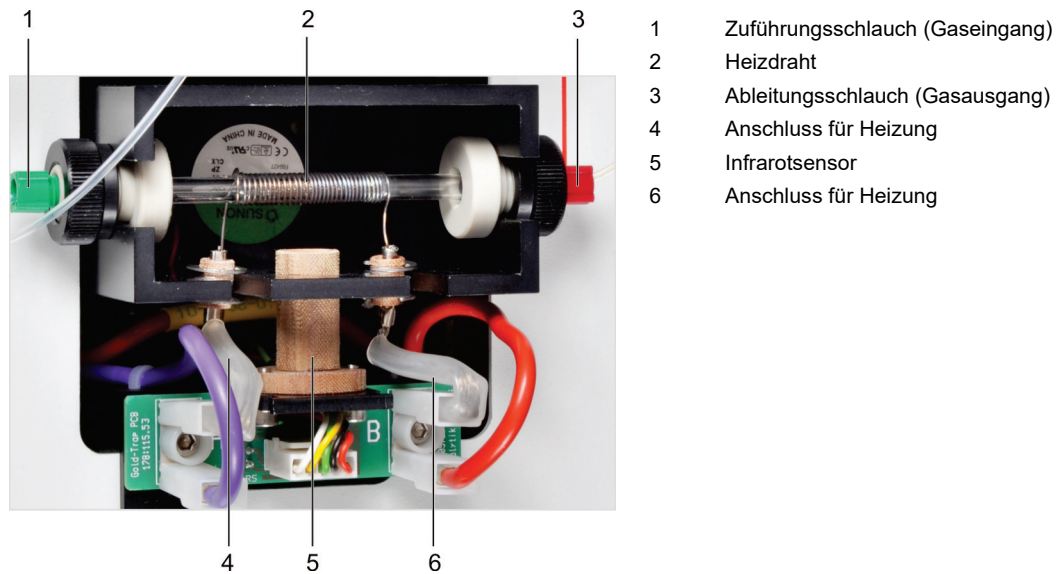

Bild 25 Anschlüsse am Goldkollektor
2. Steckkontakte der Heizspirale (4 und 6, Bild 25) von der Leiterplatte abziehen.
5. Goldkollektor in den Schacht einführen, gleichzeitig Isolierhülsen auf dem Heizdraht (2, Bild 25) in die Nut stecken.